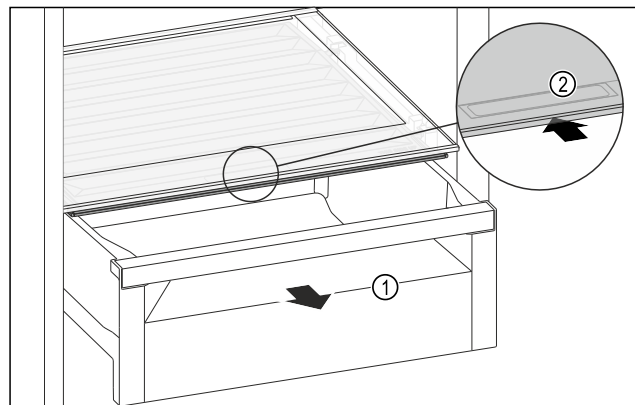

Fig. 107
- Schubfach *Fig. 107 (1)* herausziehen.
- Griffmulde *Fig. 107 (2)* am Fachdeckel anfassen und Fachdeckel gleichzeitig nach hinten schieben.